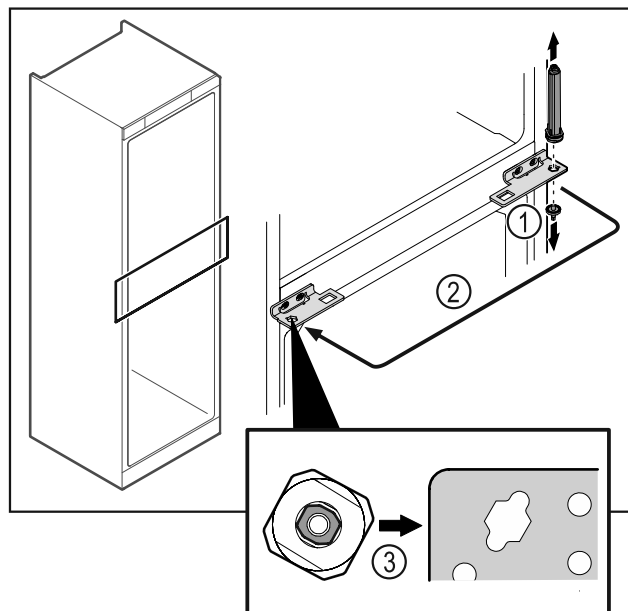

Fig. 39
- ▶ Открутите шарнирный палец Fig. 39 (1).
- ▶ Переставьте систему закрытия двери Fig. 39 (2).
- ▶ При установке следите за правильным выставлением системы закрытия двери Fig. 39 (3).